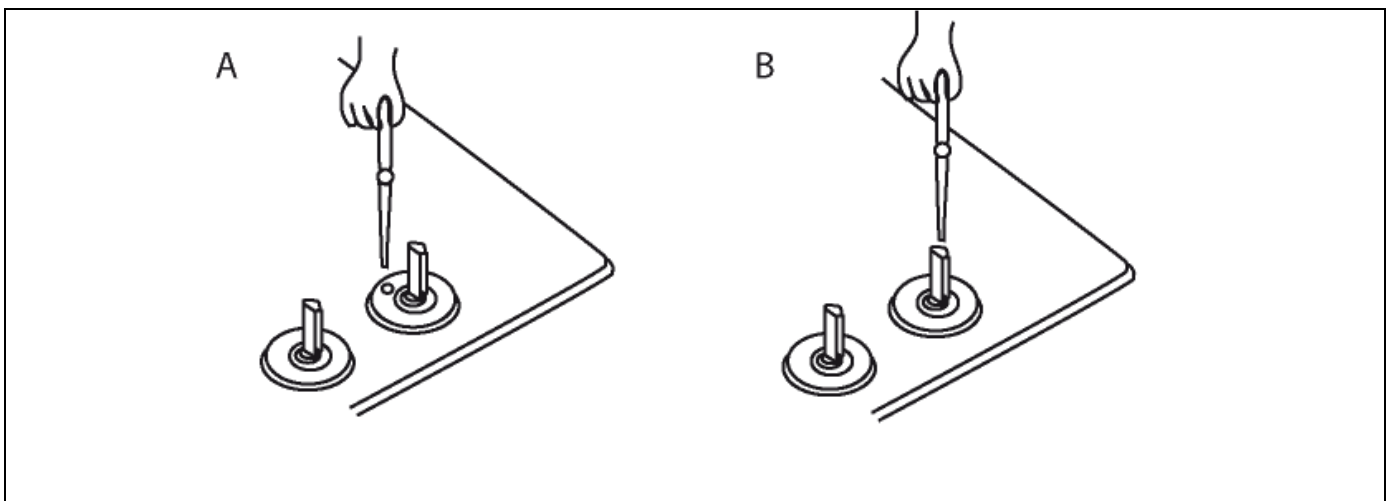

Fig. 10
- introduzca el destornillador en el agujero "A" o en el agujero en la espiga "B" (según el tipo de grifo, véase fig. 10) y gírelo, observando la llama del quemador. Regule la altura de la llama de manera que la llama no se apague por una corriente de aire ligera o al pasar rápidamente de la llama grande  $\blacklozenge$  a la económica  $\blacklozenge$  y  $\blacklozenge$  al revés. El ajuste se puede dar por correcto cuando el núcleo de la llama tenga una forma de cono de color verde azul y de altura de 2-4mm, en el caso de que haya oscilaciones visibles de presión de gas en la instalación de alimentación de gas, la llama económica se ajustará para la presión baja de la instalación, de forma que el quemador no se apague durante su utilización normal.